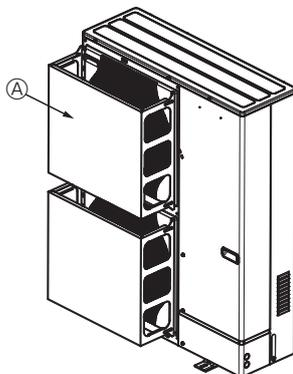

Fig. 2-4
- ② Je-li jednotka namontována v místě, kde může silný vítr (tajfun atp.) vstupovat přímo do výstupu vzduchu, namontujte volitelné ochranné vedení vzduchu. (Fig. 2-4)